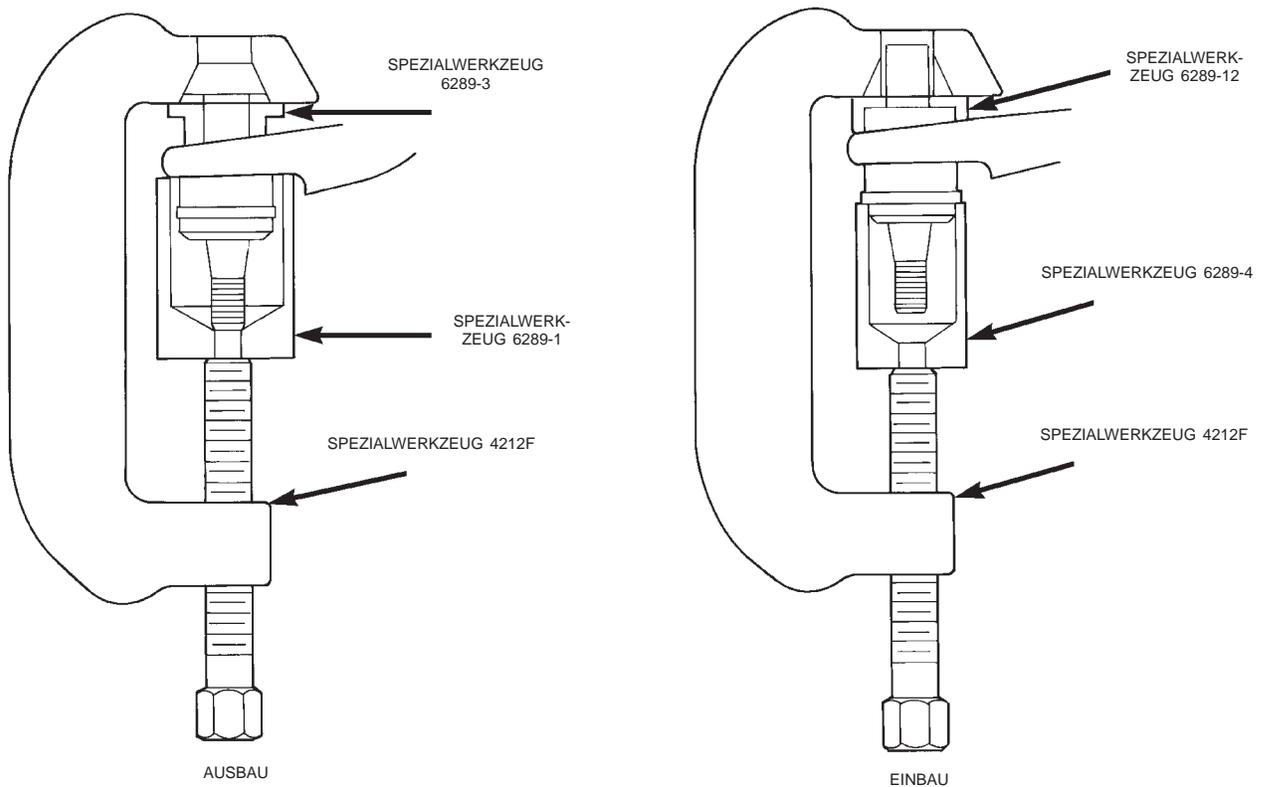

Abb. 23 Unteren Kugelkopf aus-/einbauen
(1) Werkzeuge gemäß Abbildung anbauen, um den unteren Kugelkopf aus-/einzubauen (Abb. 23).